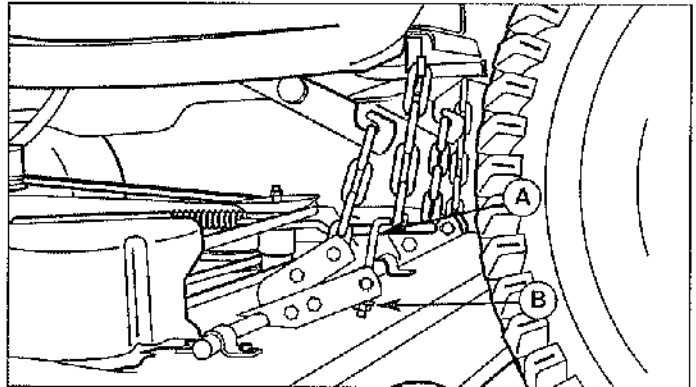

Figure 58. Mise à niveau latérale de la tondeuse - Modèles de crochets en forme de J
5. Voir la Figure 58. Tenir le crochet en forme de J (A), tourner le contre-écrou (B). Tourner le contre-écrou (B) pour lever ou abaisser le côté gauche de la tondeuse.